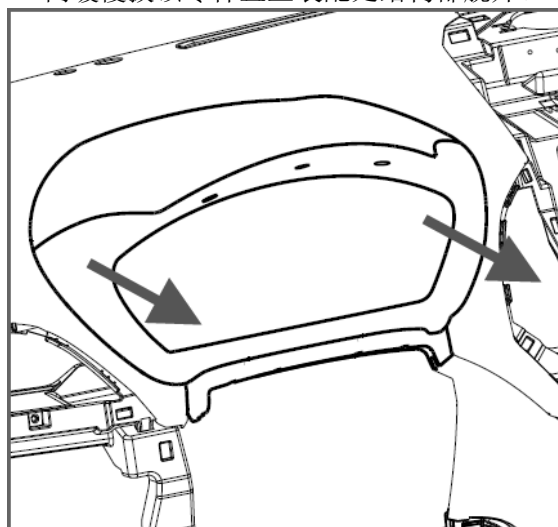

图 1.5.7 组合仪表罩板拆卸示意图
- (1) 拆卸该产品时不建议用一字螺丝刀等工具拆卸, 会破坏产品外表面。
- (2) 双手放在图 1.5.7 所示箭头位置, 沿箭头方向缓慢拔该零件直至装配处结构都脱开。